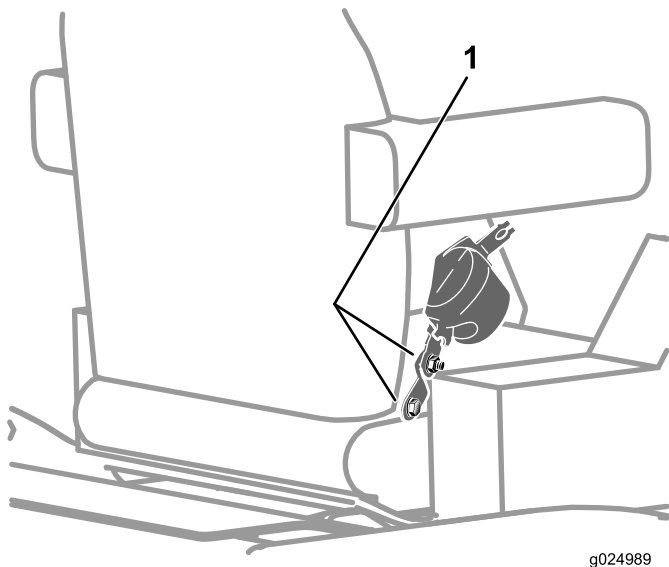

Bild 119
2. Prüfen Sie, ob die Schrauben und Muttern, mit denen der Sicherheitsgurtrückzug und das -schloss am Sitz befestigt sind, bis auf 47-61 Nm angezogen sind, siehe Bild 119.